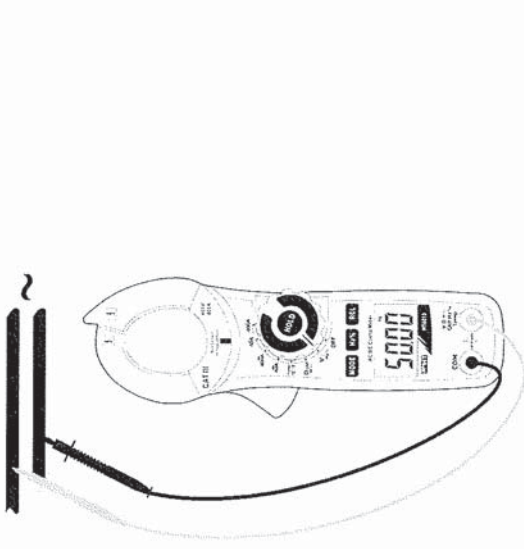

Fig. 4 : Utilisation de la pince pour mesures de Fréquence et Duty Cycle
3. Insérer le câble rouge dans l'entrée du jack **VΩHzTemp** et le câble noir dans la borne d'entrée **COM** (Fig. 4) pour la mesure de fréquence avec embouts. La valeur de fréquence (Hz) ou de duty cycle (%) apparaît à l'écran.